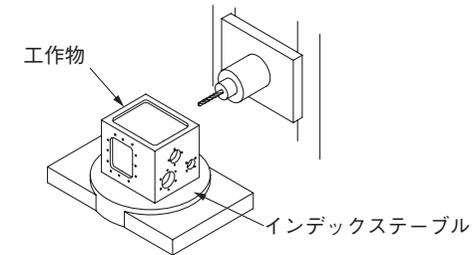

図1-1 マシニングセンタによる加工
**A** 日本工作機械工業会の定義では、「工作物の取り付けを変えずに、フライス・穴あけ・中ぐり・ねじ立てなど種々の作業ができる数値制御工作機械である、多数の種類異なる工具を自動的に作業位置にもってくる装置を備えたもの、または、少なくとも二面以上を加工できる構造で、工具の迅速な交換機能を備えた機械」となっている。つまり、基本的には工具回転形的工作機械で、多種の工具を自動的に交換しながら、多種の加工をするものである。マシニングセンタによる穴あけ加工のイメージを図1-1に示す。